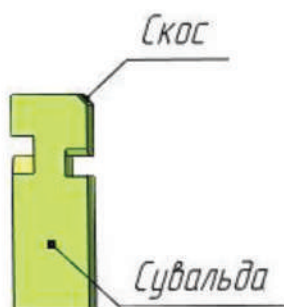

Рис. 2.
3. Извлекаем десять кодирующих пластин (сувальд), отметив предварительно расположение скоса на каждой из них относительно оси корпуса замка. (рис. 2).